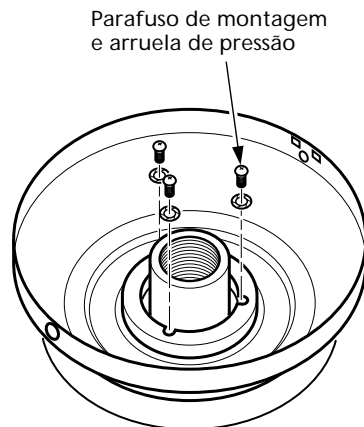

Figura 4d - Fixando a canopla ao conjunto do ventilador
4. Fixe a canopla firmemente ao conjunto do ventilador com três parafusos do conjunto e arruelas de pressão conforme mostrado na Figura 4d.